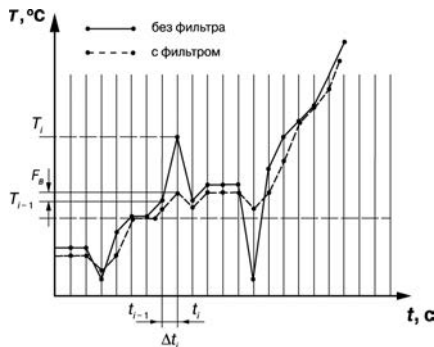

Рисунок 3.4
3.1.4.4.2 Полоса цифрового фильтра позволяет защитить измерительный тракт от единичных помех и задается в единицах измеряемой величины. Если измеренное значение  $T_i$  отличается от предыдущего  $T_{i-1}$  на величину, большую, чем значение параметра  $Fb$ , то прибор присваивает ему значение равное  $(T_{i-1} + Fb)$ , а полоса фильтра удваивается (рисунок 3.4). Таким образом, характеристика сглаживается.